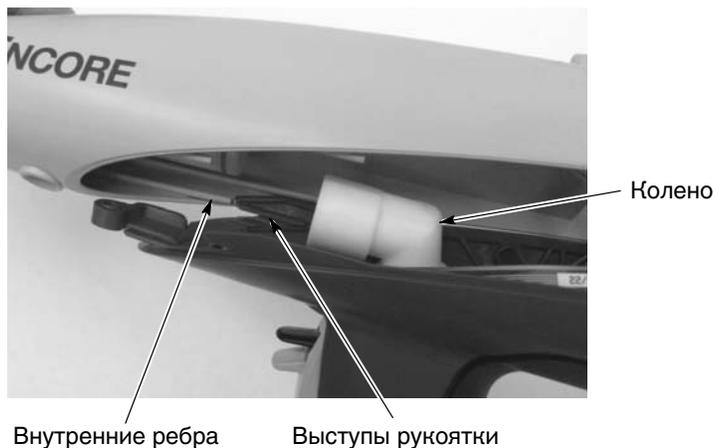

Рис. 6-5 Установка корпуса распылителя на рукоятку
1. См. рис. 6-5. Выровнять корпус распылителя на рукоятке и надвинуть их друг на друга, совместив внутренние ребра корпуса распылителя с выступами рукоятки.